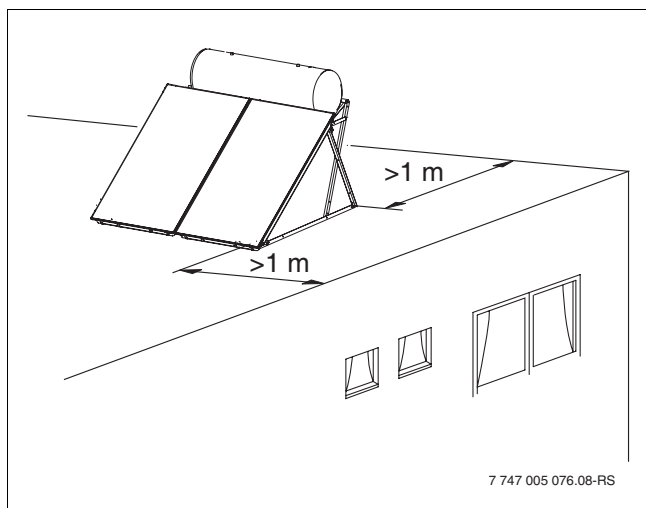

Bild 8 Abstand vom Dachrand (hier 300-l-System)
- Darauf achten, dass bereits vor der Montage zwischen dem Flachdachgestell und dem Rand des Flachdaches ein Abstand von mindestens einem Meter eingeplant wird (→ Bild 8).